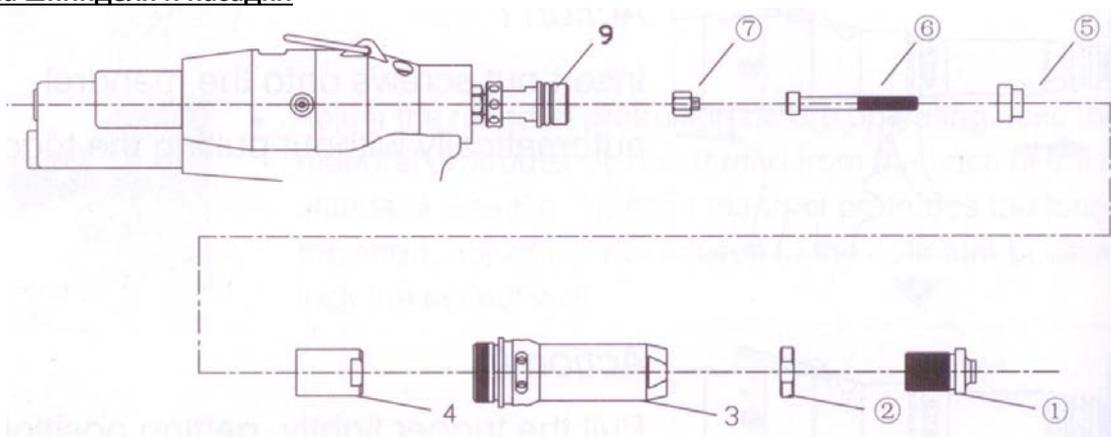

Рис. 7
- 2) Демонтируйте части от (1) до (9) (см. рис. 7).
- 3) Выкрутите контргайку (2) и наконечник (1) и замените на требуемый
- 4) Выкрутите переднюю насадку (3) при помощи ключа
- 5) Зафиксируйте вал (9) при помощи ключа, выкрутите внутренний цилиндр (4)
- 6) Замените приводной вал (7), шпиндель (6), адаптер шпинделя (5) на требуемый.
- 7) Для выполнения монтажа выполняйте операции в порядке, обратном порядку демонтажа, и постарайтесь крепко накрутить внутренний цилиндр (4) на вал (9).